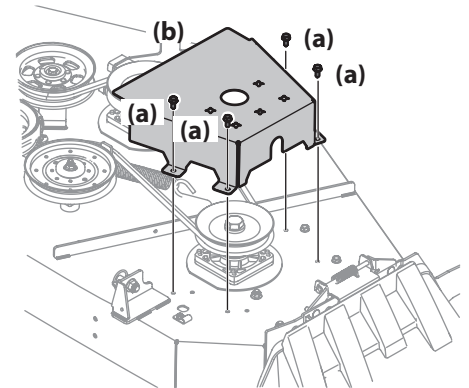

Figura 4-17
2. Retire los tornillos de arandela hexagonal (a) que sujetan las cubiertas de las correas (b) a la plataforma. Consulte Figura 4-17.
3. Extraiga las dos poleas locas (a y b), para lo cual debe retirar los tornillos de cabeza hexagonal (c) y las tuercas de seguridad con brida (d) que las sujetan a la plataforma y el brazo de polea loca (e). Consulte Figura 4-17. No pierda ningún elemento de ferretería (tapas de la polea [f], arandelas, protecciones de la correa [g, si están incluidas]) al sacar el tornillo de cabeza hexagonal (c) y la tuerca de seguridad con brida (d).
5. Instale la nueva correa alrededor de las poleas del husillo tal como se muestra y reinstale las cubiertas de las correas (b). Consulte Figura 4-17.